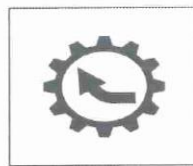

Рис. 5.5.5 Індикатор пониженої передачі
2. Натисніть відповідну частину перемикача («HIGH» або «LOW»). При ввімкненні «LOW» (понижена передача) вмикається індикатор пониженої передачі (рис. 5.5.5).